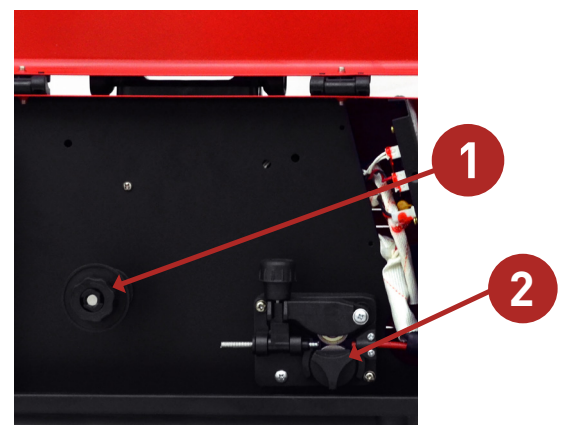

Fig. 3
- » Retire a porca do eixo do alimentador, peça 1 Fig. 3, girando no sentido anti-horário.